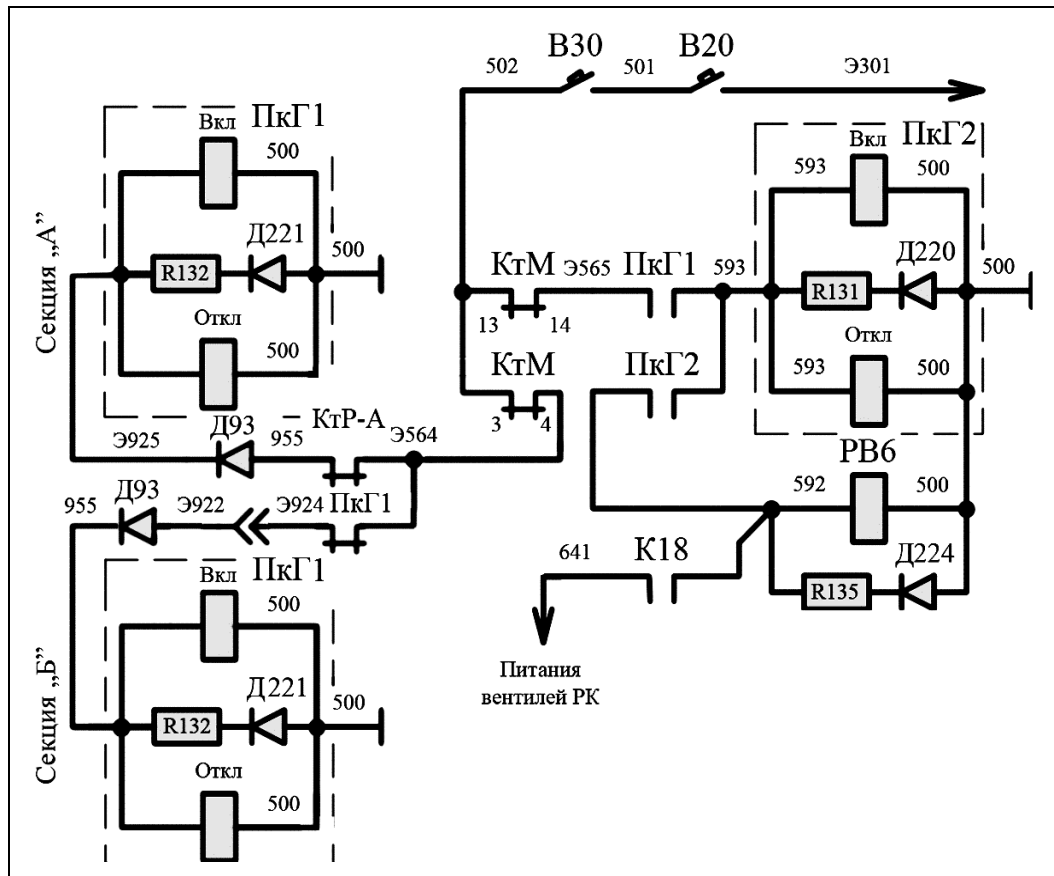

Рис. 185. Схема цепей питания вентилях ПкГ2
- провод 502, КЭ 13-14 главного вала контроллера машиниста (КтМ), провод Э565, замыкающийся блок-контакт переключателя ПкГ1, провод 593, катушки вентилях переключателя ПкГ2, провод 500, корпус (рис. 185).